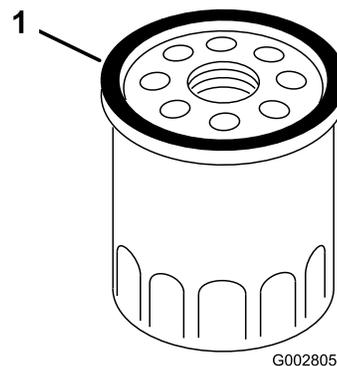

Figure 25
- Avec les doigts, appliquez de l'huile sur le joint du nouveau filtre (Figure 25).